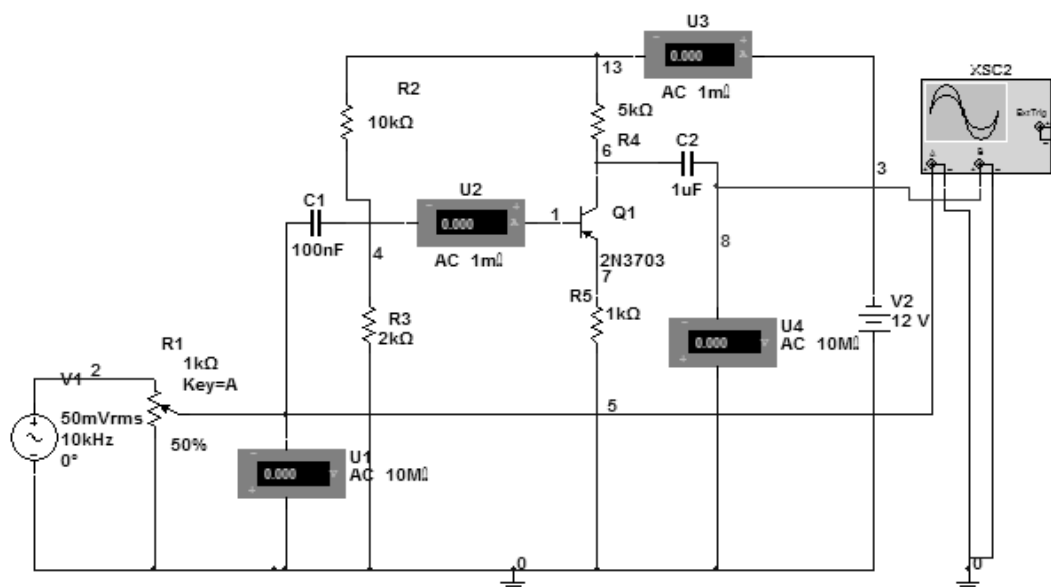

Рис. 1
5.1. Открыть схему измерения (рис. 1). Для этого необходимо активизировать программу Multisim. Выбрать папку «электронная техника» и открыть файл «Резисторный каскад.ms 10».